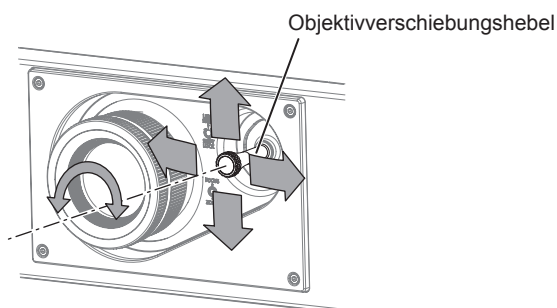

Abb. 1
3) Passen Sie die Objektivverschiebung an. (Abb. 1)